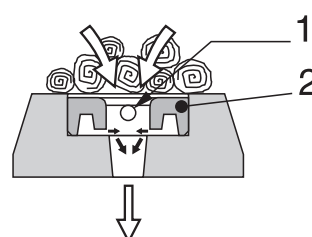

fig. 5
tunamente scanalati (fig. 5, pos. 2) che ricevono l'aria secondaria da un distributore anteriore.